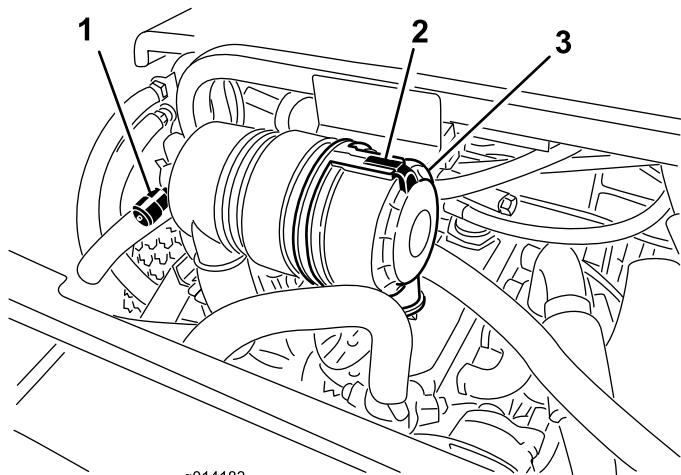

図 35
エアクリーナの整備はインジケータ（図 35）が赤色になってから行ってください。早めに整備を行っても意味がありません。むしろフィルタを外したときにエンジン内部に異物を入れてしまう危険が大きくなります。
1. エアクリーナのカバーをボディーに固定しているラッチを外す（図 35）。